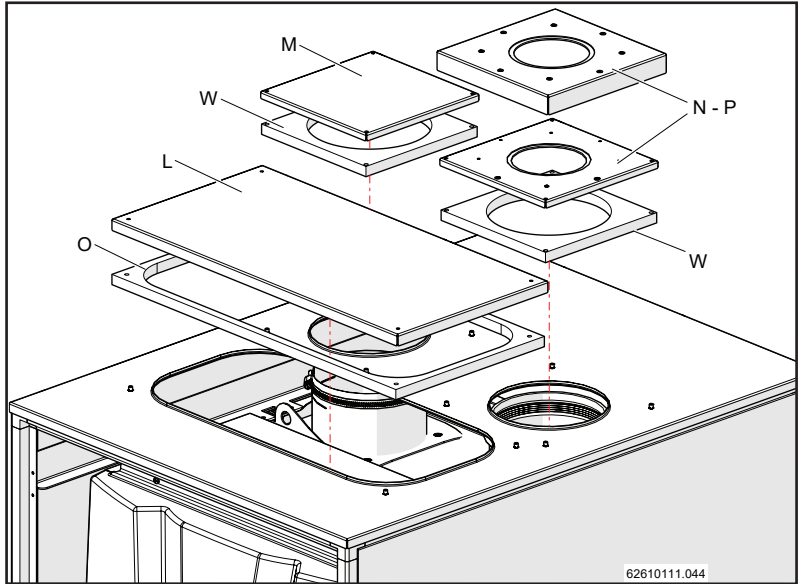

Figure 15-25
- 14.- Fixer, en utilisant les vis "D" ,la couverture pour les connexions électriques "L", pour l'aspiration "M" et pour l'évacuation des gaz brûlés "N" (ou "P") sur le couverture supérieur, (figures 15-25 e 15-26) et appliquer les étanchéité "O" et "W" comme le montre la figure 15-25.
- Si vous avez l'évacuation des gaz brûlés avec diamètre 110 mm, utiliser les couvertures "N" de la figure 15-25.
- Si vous avez l'évacuation des gaz brûlés avec diamètre 80 mm, utiliser les couvertures "P" de la figure 15-25.